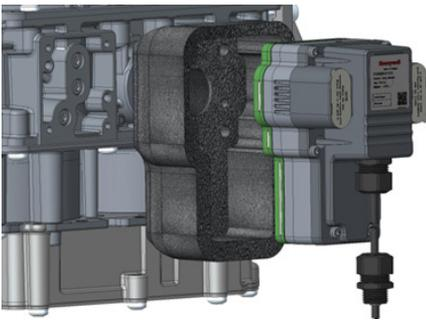

Fig. 6. FARMOD com calço de isolamento.
3. Coloque o FARMOD no calço de isolamento e enrosque os parafusos longos fornecidos com o kit através da combinação. Consulte a Fig. 6.